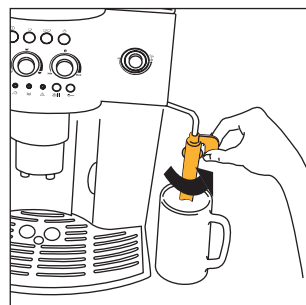

Fig. 3
2. Empurre o emulsionador de cappuccinos para fora, coloque uma chaveira por baixo (fig. 3) e ligue a máquina premindo a tecla (fig. 4).
- Rode o emulsionador de cappuccinos para fora (fig. 3).
- Coloque um recipiente debaixo do emulsionador de cappuccinos (fig. 3).
- Empurre o emulsionador de cappuccinos para fora (fig. 3).